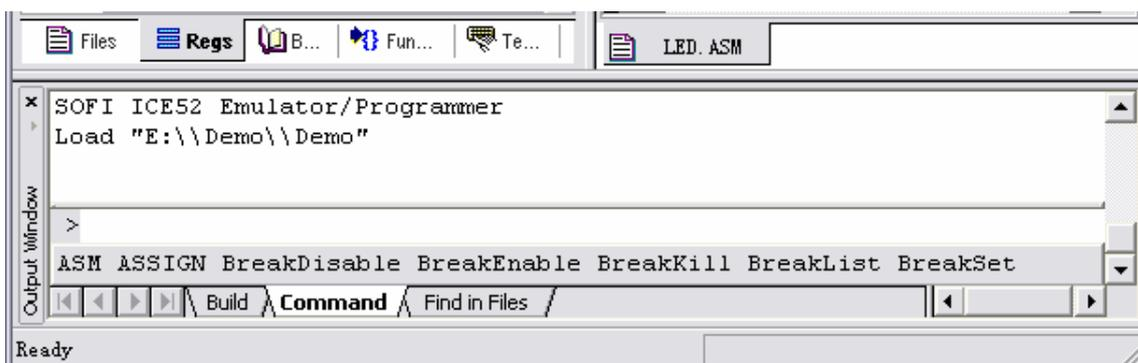

图 4.17 仿真界面
4) 进行完以上设置后，编译该项目，检测编译结果。编译无误后，便可进行仿真功能操作。点击工具栏按钮  启动调试模式，代码便开始下载到仿真头中，下载完成后，Keil 的信息输出窗口显示如图 4.17 所示。